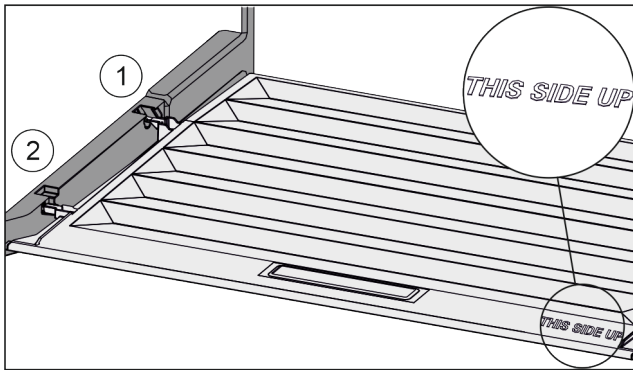

Fig. 91
- ▶ Вставити поперечні ребра через отвір заднього тримача Fig. 91 (1) і зафіксувати спереду у тримачі Fig. 91 (2).